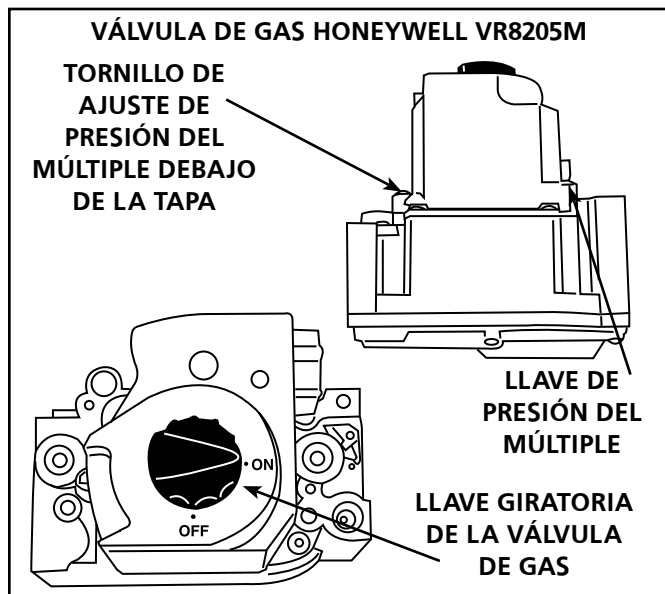

FIGURA 10
FUNCIONAMIENTO DE LA VÁLVULA DE GAS PARA LAS VÁLVULAS HONEYWELL SERIE VR8205M (FIGURA 10)
5. Hay una perilla giratoria negra que se puede mover entre las posiciones de encendido y apagado. Gire la perilla a la posición "off" (apagado). (Ver Figura 10).
2. Luego de verificar y ajustar la presión de línea, compruebe la presión del colector. La presión del colector correcta se muestra en la placa de especificaciones de la unidad. Consulte la **figura 10** para ver la ubicación del tornillo de ajuste de la presión de gas. Para convertir la unidad, se requiere un juego de conversión de gas natural a gas propano/licuado. Para ver el procedimiento de conversión, consulte las instrucciones de instalación suministradas con el juego de conversión.